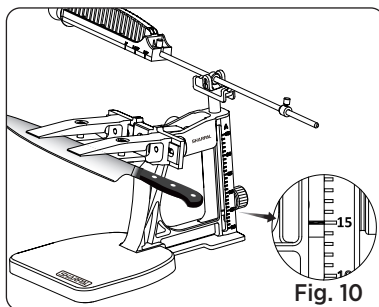

Fig. 10
4. Drehen Sie den Winkelarretierknopf, um die Stützstange nach oben oder unten zu bewegen, bis die rote Linie mit dem gewünschten Winkel auf der Skala übereinstimmt (Siehe Fig. 10). Ziehen Sie dann den Winkelarretierknopf fest an.